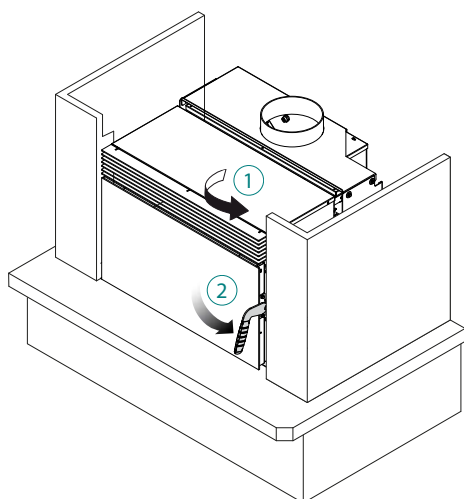

fig. 6.1.14
- 14) Fermer la porte (Fig. 6.1.14)